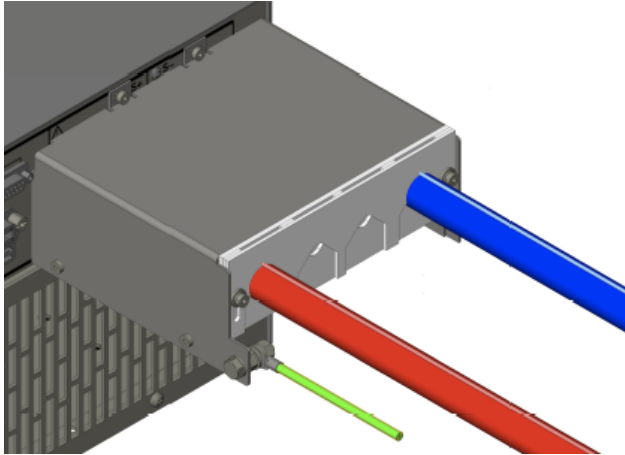

Abbildung 2.20: Fertig montierte Sicherheitsabdeckung SAB-HES-2PK/SB
6. Abdeckschieber wie in Abbildung 2.20 an der Rückseite der Abdeckung montieren, so dass diese die Kabel so eng wie möglich umschließen.